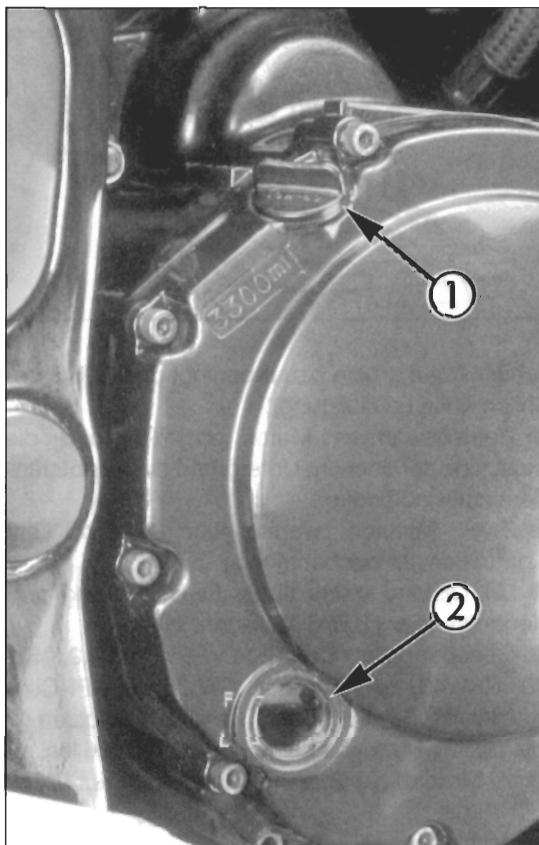

Bild 42
- Ölstand muss über «L»-Markierung am Kontrollfenster ② Bild 42 liegen.
- Gegebenenfalls Öl SAE 20W 50, 15W 40, 15W 50, 10W 40, 10W 50 oder 10W 30 der API-Qualitätsklasse SE, SF oder SG am Einfüllstutzen ① bis zur «F»-Markierung am Fenster ② auffüllen.
- 3,9 Liter Motoröl (ohne Filterwechsel 3,6 l, nach Motorüberholung 4,9 l) SAE 20W 50, 15W 40, 15W 50, 10W 40, 10W 50 oder 10W 30 der API-Qualitätsklasse SE, SF oder SG am Einfüllstutzen ① Bild 42 einfüllen.